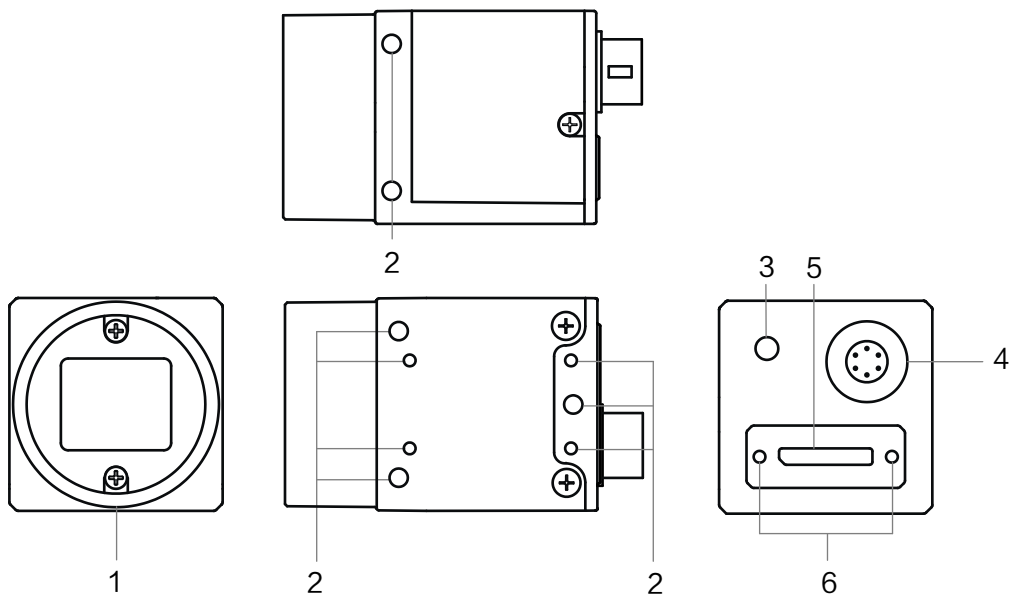

图1-4 29 mm × 29 mm × 30 mm (可四面固定)
- 图 1-4 为尺寸 29 mm × 29 mm × 30 mm 且可四面固定的 USB3.0 工业面阵相机外观。